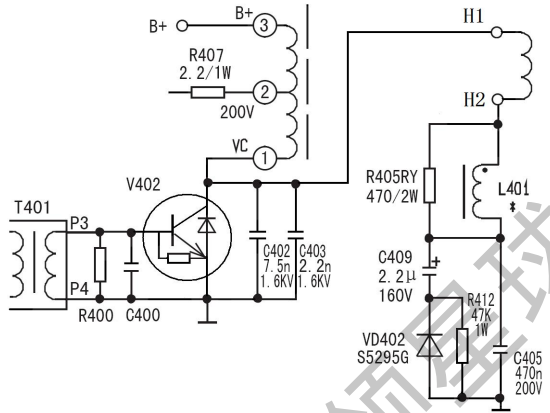

图 5.12 行输出级局部电原理图
行输出级的局部电原理图见图 5.12。行输出管 V402 的 C 极所接 C402、C403 是行逆程电容, V402 内含阻尼二极管。行偏转线圈一端 (H1) 接逆程变压器①脚和 V402 的 C 极, 另一端 (H2) 通过饱和电抗器 L401、S 校正电容 C405, 与电源负端 (接地) 相连, 完成行扫描的任务。与众不同的是, 该机在 S 校正电路中, 并入由 VD402、C409 和 R412 构成的行线性补偿电路, 其基本原理是利用二极管的单向导电特性, 使电容 C409 充放电的 RC 时间常数不同, 配合饱和电抗器 L401, 补偿行输出管以及阻尼管在行扫描正程产生的非线性失真。